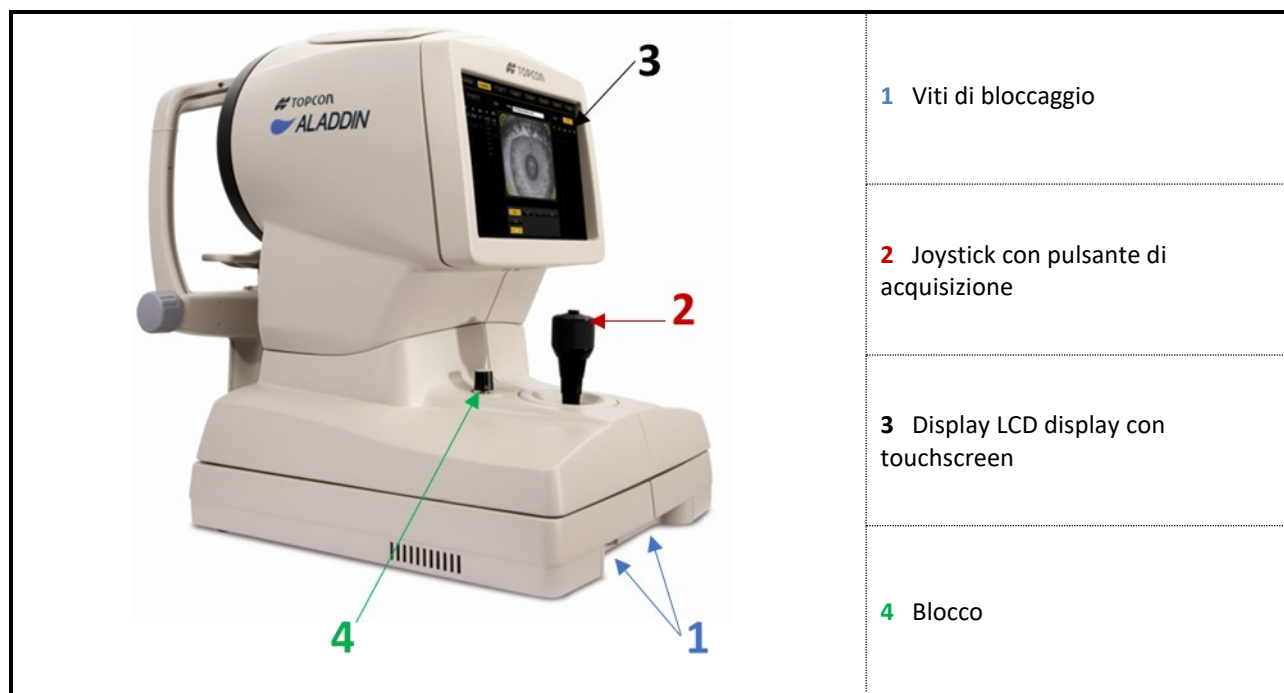

Figura 2 Lato dell'utente
**⚠️ Rimuove le due viti di blocco e la vite di semi-blocco per il trasporto (Figura 2 Lato dell'utente).**
**⚠️ Posizionare lo strumento alla sua altezza minima tramite il Joystick. Bloccare lo strumento per il trasporto, tramite il semi-blocco e le due viti di blocco (Figura 2 Lato dell'utente).**